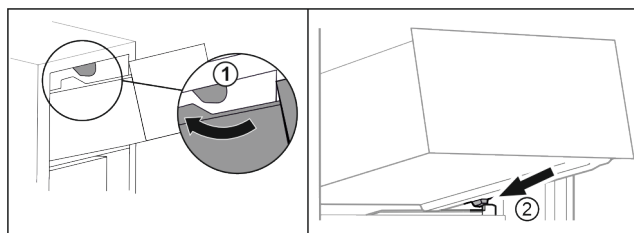

Fig. 16
- Обведите выдвижной ящик вокруг верхнего стопора Fig. 16 (1).
- Наклоняя вниз, установите выдвижной ящик за нижние стопоры на контейнерное ребро Fig. 16 (2).